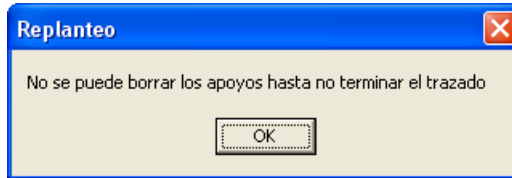

Figura 11.25.
- Figura 11.25: No necesita comentario.